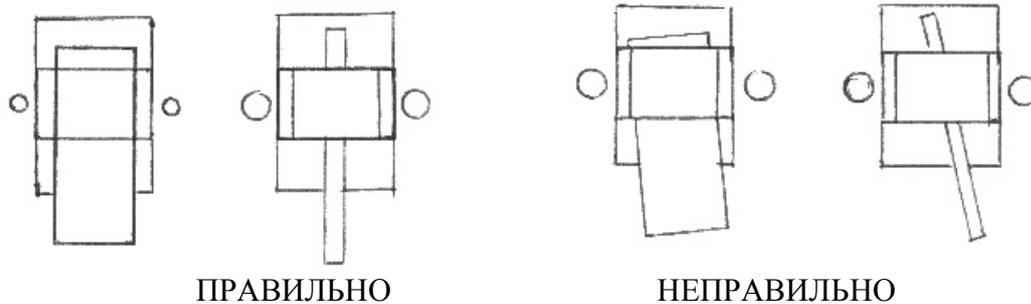

Рис.8
1. При установке заготовки в валцы, следует тщательно выравнивать её в продольной плоскости. В противном случае профильная труба изгибается спиралью, а специальный профиль заклинивает движение валков. На рис. 8 показан вид валцов сверху (схематично).